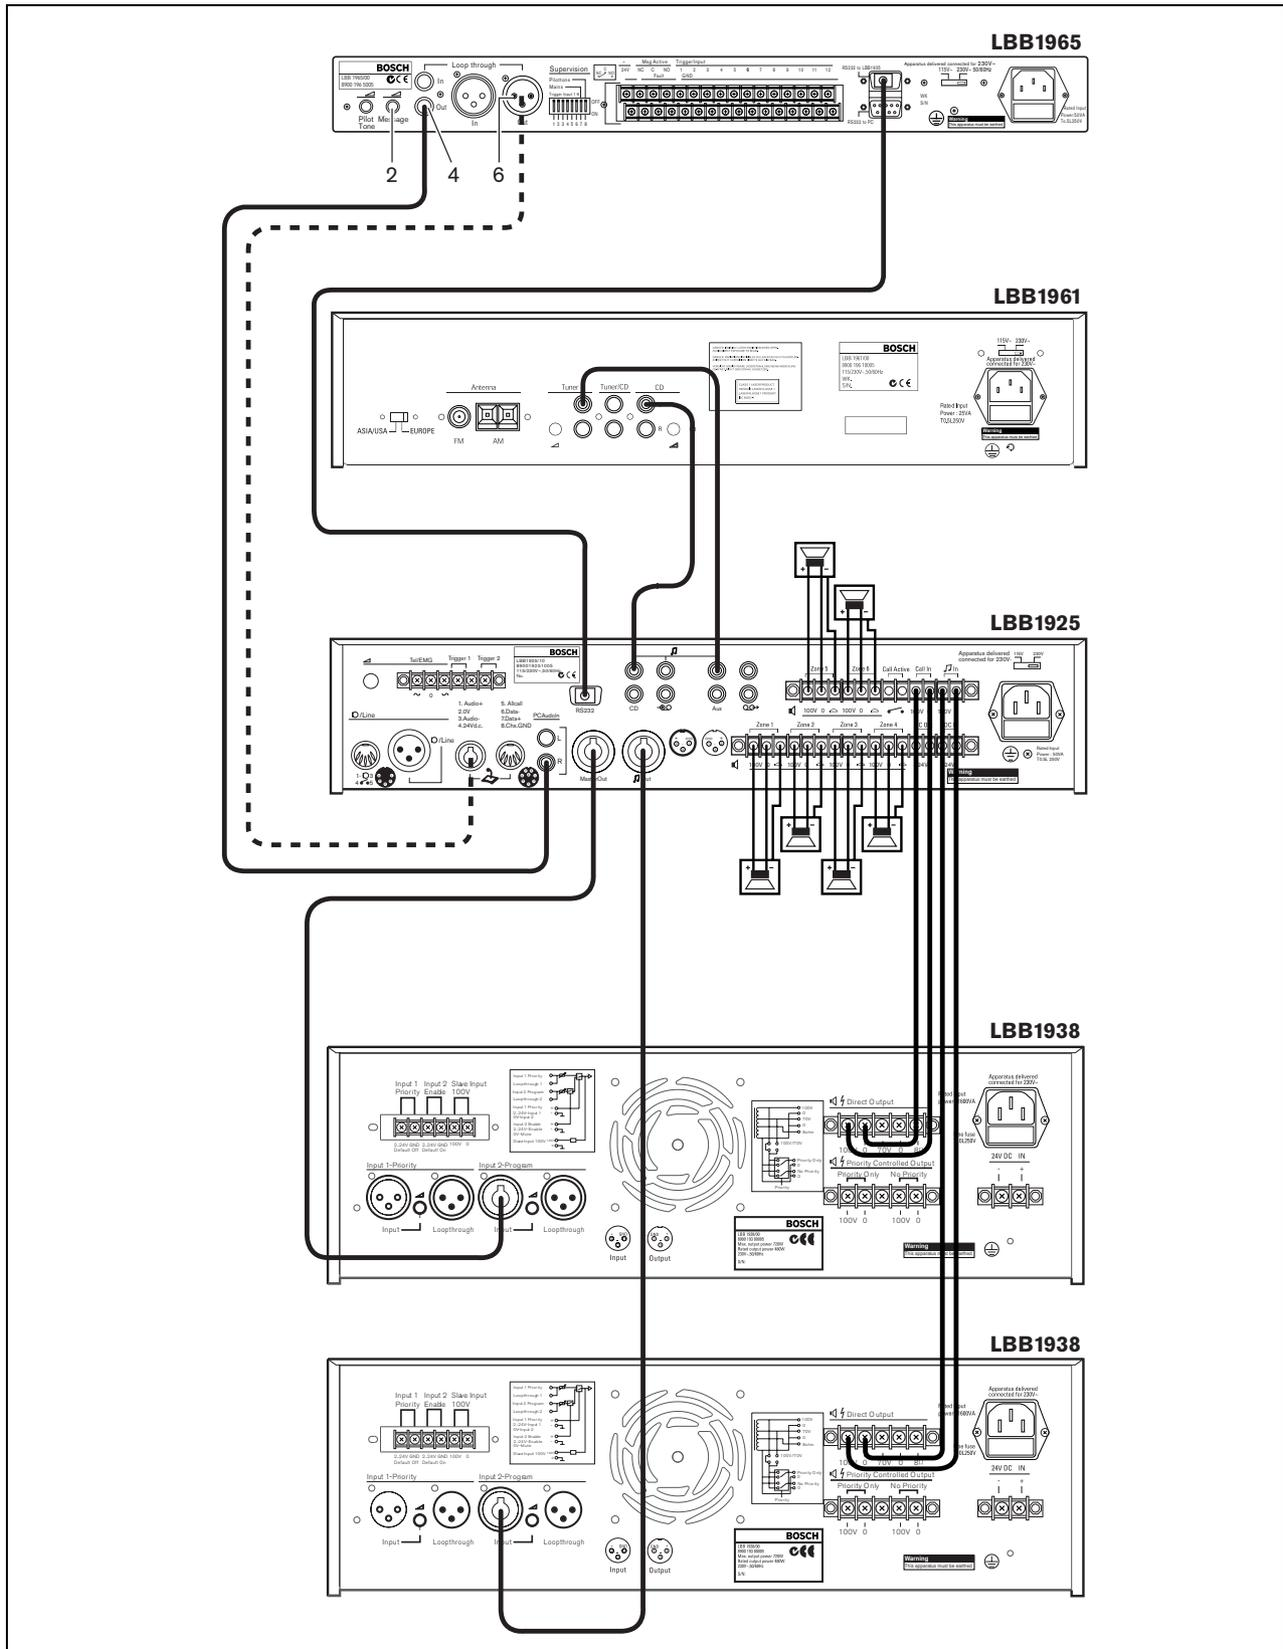

Figure 3.2
- Connectez la sortie Cinch (4) du message manager à l'entrée de ligne Cinch PC Audio In (R) du préamplificateur de système, comme montré par la figure 3.2 (où le LBB1961 fonctionne comme une source BGM).
- Connectez la sortie XLR (6) du message manager aux contacts 1 et 3 de la prise DIN à 8 broches du préamplificateur de système.